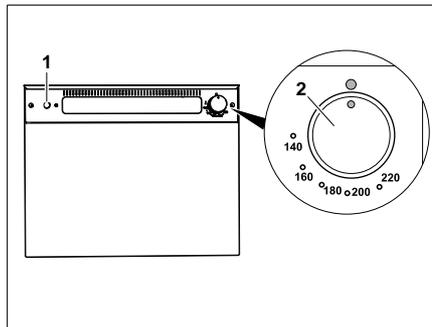

Bild 314 Gasbackofen (Thetford)
- Den Drehregler (Bild 314,2) leicht drücken und nach links auf eine beliebige Position drehen.
- Zündschalter (Bild 314,1) so oft drücken, bis die Flamme brennt.
- Den Drehregler (Bild 314,2) auf "0" drehen. Die Flamme erlischt.